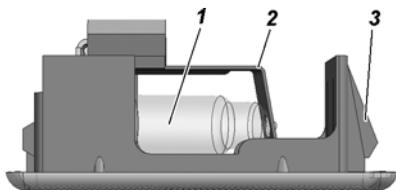

Рис. 9.37. Плафон подсветки вещевого ящика:
**Плафон подсветки вещевого ящика.** Для замены лампы извлеките плафон (рис. 9.37) из вещевого ящика. Замените лампу 1 отжав держатель 2.